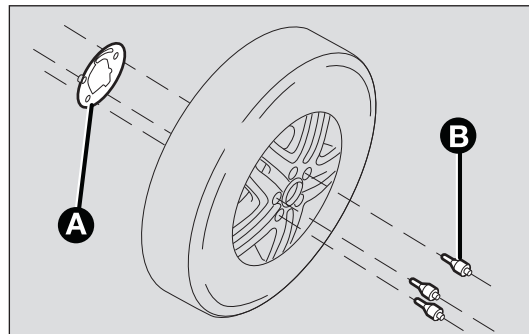

fig. 168
- Montera respektive platta A-fig. 168 på aluminiumfälgan och fäst den med de medlevererade skruvarna B och nyckeln.